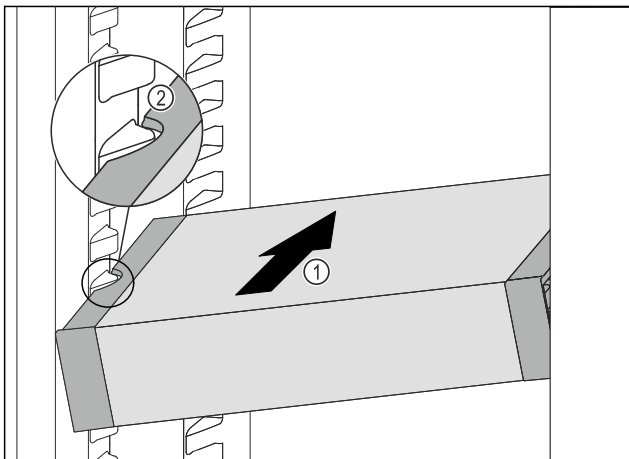

Fig. 71
- ▶ VarioSafe schräg in das Kühlteil einschieben Fig. 71 (1), bis sich die seitlichen Aussparungen Fig. 71 (2) des VarioSafes auf Höhe der Behälterrippe im Kühlteil befinden.